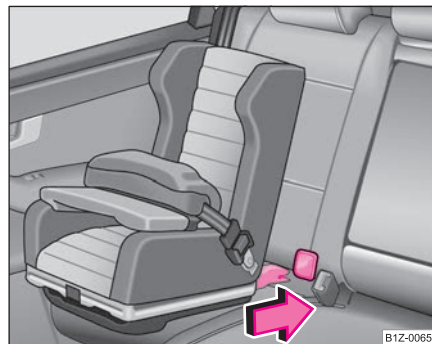

Fig. 163 Scaunul cu sistem ISOFIX se montează în dispozitivele de prindere existente.
- Împingeți brațele de fixare ale scaunului pentru copii prin elementele de prindere montate, în inele, până când se aude zgometul specific de blocare ⇒ pagina 182, fig. 163.